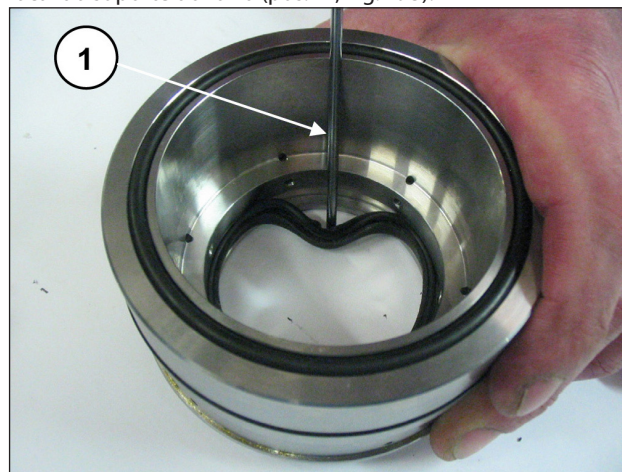

Fig. 193
Para remover o forro de baixa pressão, é necessário usar um medidor de espessura ou uma ferramenta que não danifique o local do suporte do forro (pos. ①, Fig. 193).